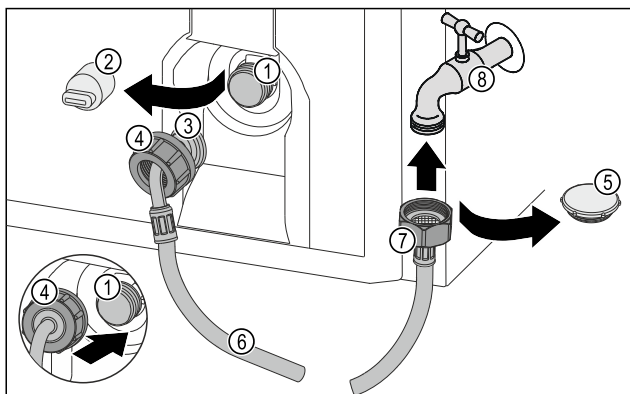

Fig. 27
- ▶ Uzavírací víčko Fig. 27 (5) odstraňte.
- ▶ Rovný konec hadice Fig. 27 (7) připojte k vodovodnímu kohoutku Fig. 27 (8).
- ▶ Utáhněte matici na rovném konci hadice Fig. 27 (7) ve směru hodinových ručiček.